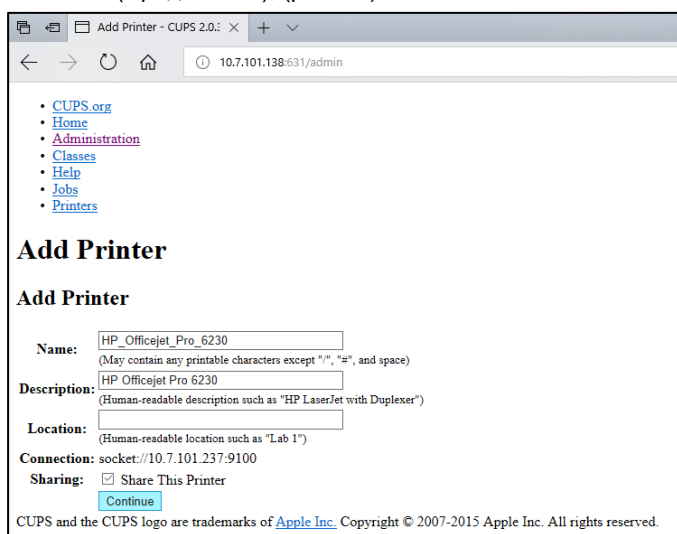

Рис. 79. Екран Add printer (Додати принтер).
5. Виберіть **Share this printer** (Надати спільний доступ до цього принтера) і натисніть **Continue** (Продовжити), (рис. 79).